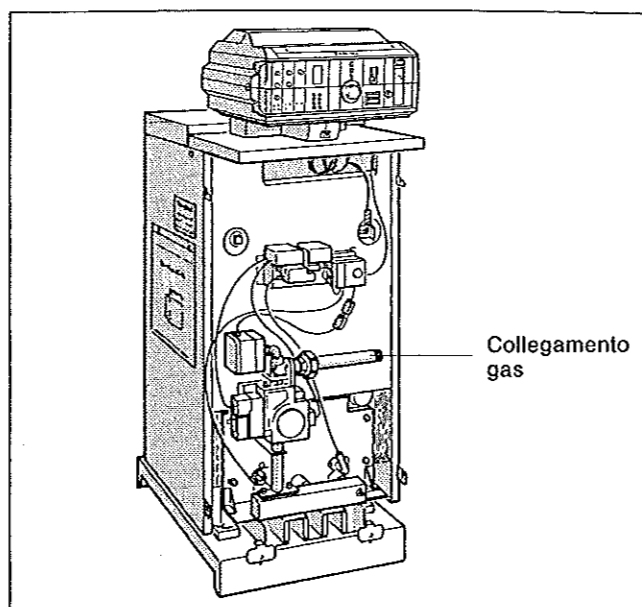

Fig. 1: GE 224 L, collegamento gas
- Eseguire il collegamento alla rete del gas secondo le normative locali (Fig. 1). La tubazione del gas deve essere collegata al bruciatore evitando tensioni.